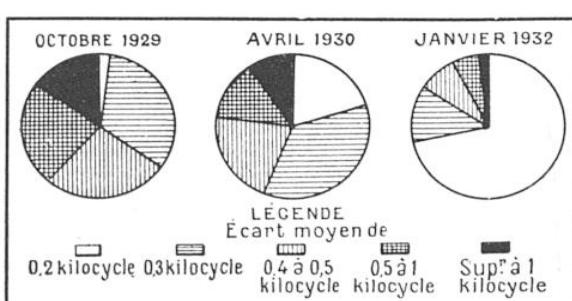
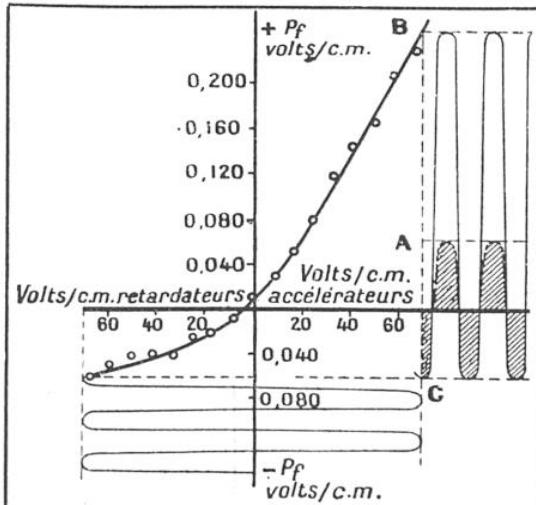
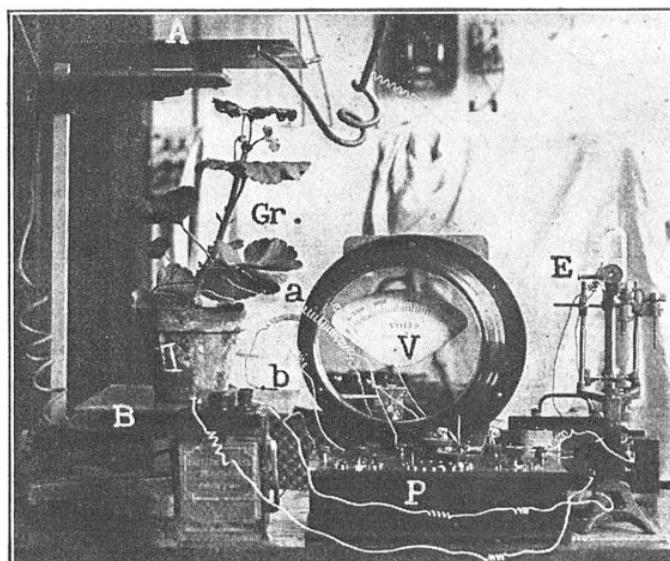

FIG. 1. — GRAPHIQUE MONTRANT L'AMÉLIORATION RÉALISÉE DANS LA STABILITÉ DES FRÉQUENCES DES STATIONS EUROPÉENNES
FIG. 2. — COURBE MONTRANT L'EFFET DÉTECTOR DE LA TIGE DE LA PLANTE, DANS LE CAS DE L'APPLICATION D'UN COURANT ALTERNATIF ENTRE LES RACINES ET LE SOMMET
FIG. 3. — VUE DE L'EXPÉRIENCE D'ÉLECTROCULTURE SCHÉMATISÉE FIGURE 1 SUR UNE PLANTE DE GÉRANIUM
FIG. 1. — DISPOSITIF UTILISÉ POUR L'ÉTUDE DE L'ACTION D'UN CHAMP ÉLECTRIQUE CONTINU SUR UNE PLANTE A et B, plaques métalliques reliées à une source de courant électrique.
La courbe de la figure 2 montre l'effet détecteur de la tige de la plante, dans le cas de l'application d'un champ excitateur alternatif.
La figure 1 montre le dispositif utilisé pour l'étude de l'action d'un champ électrique continu sur la plante. La courbe de la figure 2 montre l'effet détecteur de la tige de la plante, dans le cas de l'application d'un champ excitateur alternatif.
La figure 3 complète la figure 1 : le champ
(1) Les photographies et dessins des figures 1, 2 et 3 nous ont été obligeamment prêtées par Hermann et C^{ie}, éditeurs, avec l'autorisation de M. Marinesco.